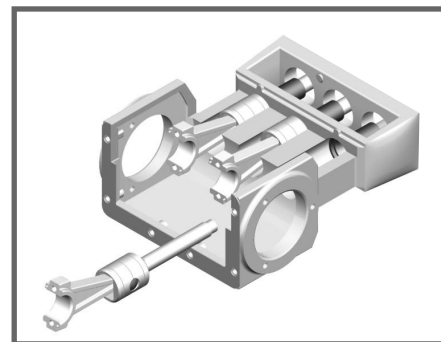

Fig. 60
- 1- Retirar o conjunto biela/ pistão do carter da bomba. (Fig. 60)